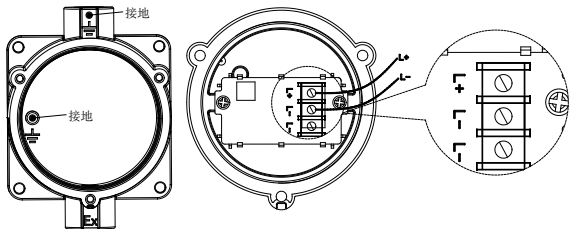

图3 产品接线位置图例
- 每个探测器金属外壳  端子应就近连接到大地上，接地位置如图 3 所示，至少一处接地。